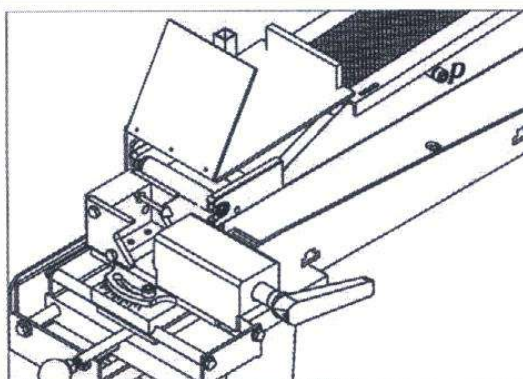

Рисунок 6
- a. Поперечное движение шлифовальной ленты: для выполнения первой грубой регулировки необходимо вручную вращать шлифовальную ленту. Чтобы отрегулировать точнее, необходимо включить мотор (убедитесь, что боковой щиток E закрыт) (см. Рис. 6).